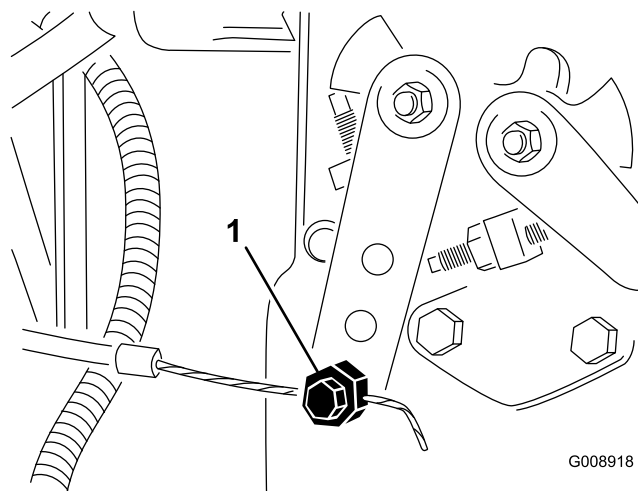

Рисунок 72
2. Ослабьте соединитель тросика дроссельной заслонки на плече рычага насоса для впрыска топлива (Рисунок 72).